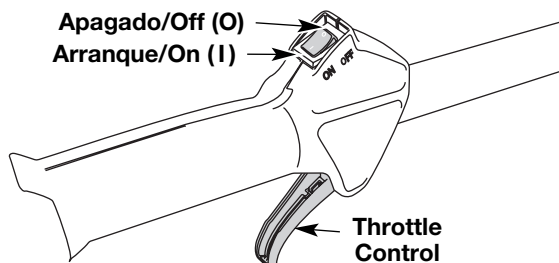

Fig. 8
3. Coloque el control de encendido y apagado en posición de ENCENDIDO (I) (Fig. 8).